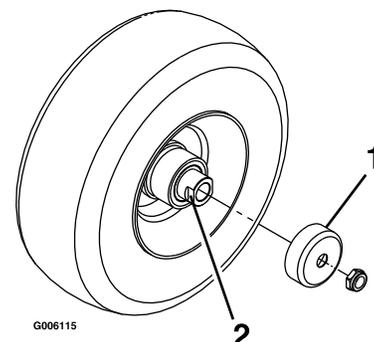

Figura 42
3. Togliete le protezioni di tenuta dal mozzo della ruota (Figura 42).